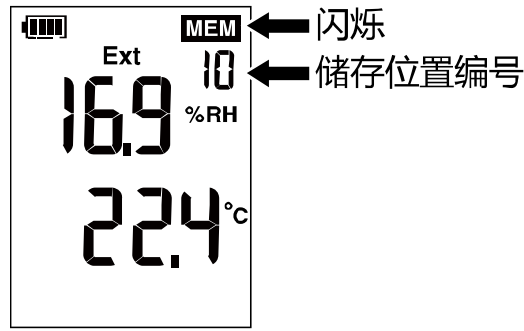

图 8. 回看历史数据
2. 当屏幕右上角闪烁显示回看标识 **MEM** 后，松开回看键 。如下图 8 所示。